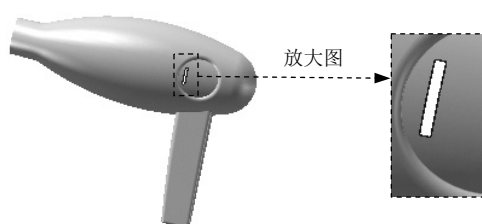
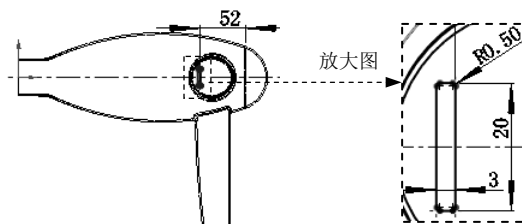

图 6.15.41 切除-拉伸 1
图 6.15.42 横断面草图
(2) 选取圆角 4 为要加厚的曲面。
(3) 定义加厚方向。在 **厚度:** 下单击 按钮。
(4) 定义厚度值。在 **加厚参数(T)** 区域的 文本框中输入数值 1。
(5) 单击该对话框中的 ☒ 按钮，完成加厚 1 的创建。
Step39. 创建如图 6.15.41 所示的切除-拉伸 1。
(1) 选择下拉菜单 **插入(I)** → **切除(C)** → **拉伸(E)...** 命令。
(2) 选取前视基准面作为草图基准面，绘制图 6.15.42 所示的横断面草图。
(3) 在“切除-拉伸”对话框 **方向 1(D)** 区域的下拉列表中选择 **完全贯穿** 选项，然后单击 按钮。
(4) 单击该对话框中的 ☒ 按钮，完成切除-拉伸 1 的创建。